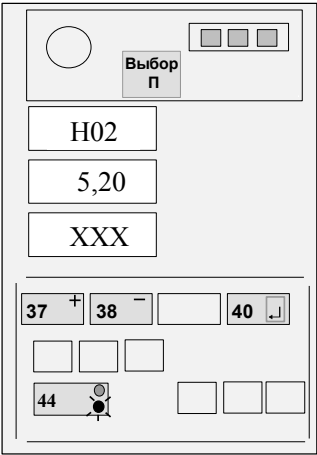

Рисунок 10
Нажимая кнопку ВЫБОР "П" (36), установить на верхнем ИЖЦ код "H02" (индикация вылета стрелы, см. рисунок 10).
Изменяя положение датчика угла наклона стрелы, добиться отображения на среднем ИЖЦ значения вылета, указанного в правом столбце таблицы 3 (см. рисунок 10) для установленного значения вылета по рулетке. Затянуть винты крепления датчика.
Нажимая кнопку 44, набрать на верхнем ИЖЦ код "Н02" (см. рисунок 10).